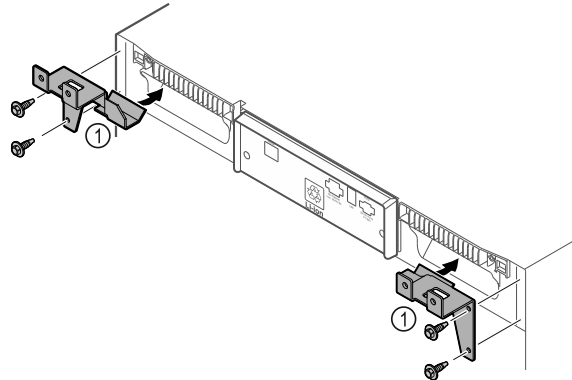

Fig. 50
- Halteteile Fig. 50 (1) mit selbstschneidenden Schrauben am Gerät montieren.